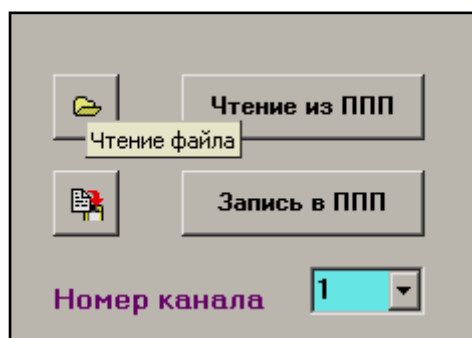
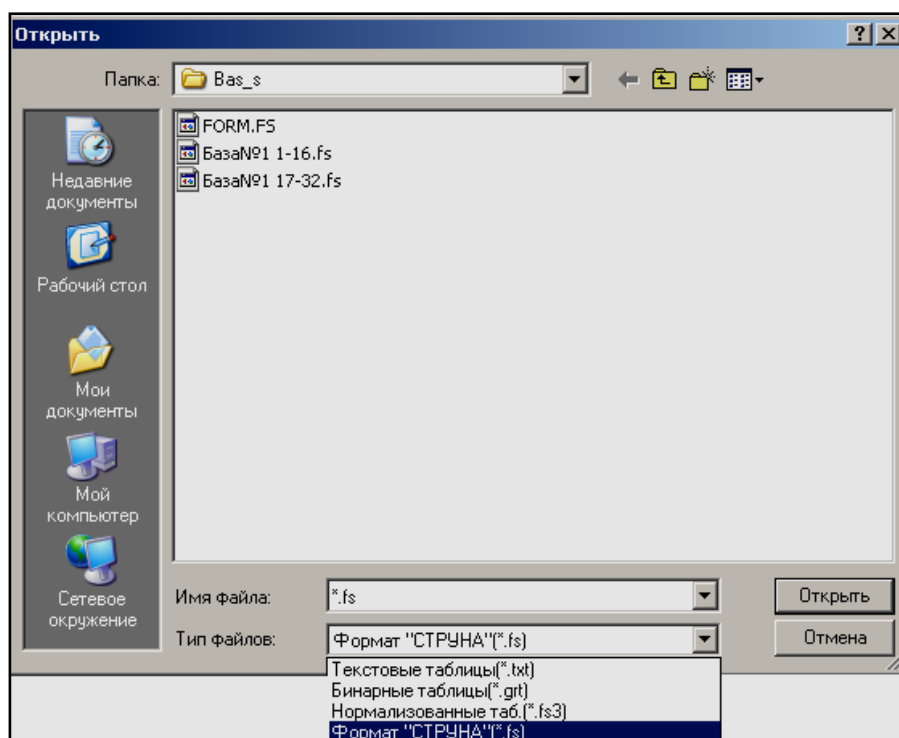

Рисунок 3.3
Рисунок 3.4
3.3.2 Нажать на кнопку «Чтение файла» (рисунок 3.3). На экране появится форма «Открыть» (рисунок 3.4).